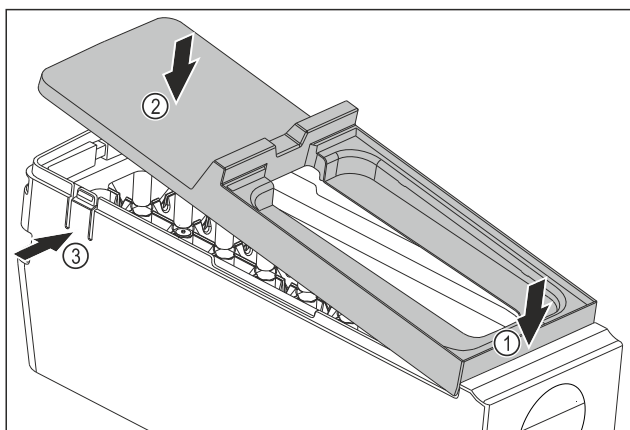

Fig. 139
- ▶ Montirajte pokrov glavnega dela EasyTwist-Ice: Pokrov spredaj namestite. Fig. 139 (1)
- ▶ Pokrov zadaj spustite. Fig. 139 (2)
- ▷ Pokrov se slišno zaskoči v obe sponi Fig. 139 (3).